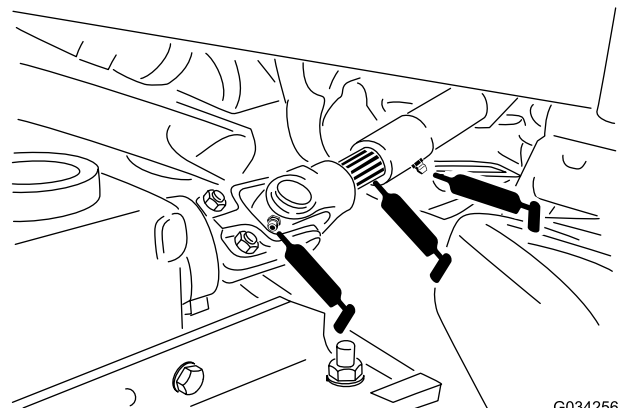

Bild 36
- Universelle Zapfwelle (Bild 36)